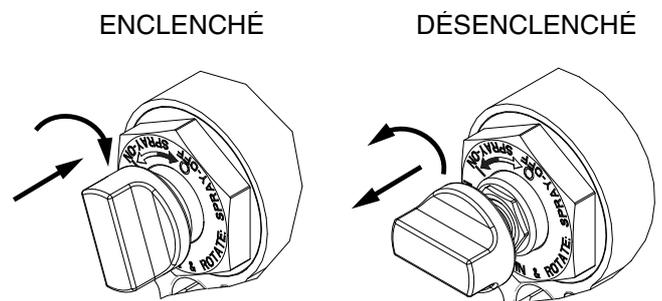

FIG. 6: Verrou de sûreté du piston
- Enclencher le verrou de sûreté du piston. Voir la FIG. 6.
Appuyer sur le bouton et le faire tourner en sens horaire. Une fois le verrou enclenché, le pistolet ne pourra pas fonctionner. Voir la FIG. 6.
Enfoncer le bouton et le faire tourner en sens antihoraire jusqu'à ce qu'il ressorte. Un écart devrait alors séparer le bouton du corps du pistolet. Voir la FIG. 6.
1. Enclencher le verrou de sûreté du piston. Voir la FIG. 6.
1. Enclencher le verrou de sûreté du piston (G). Voir la FIG. 6.